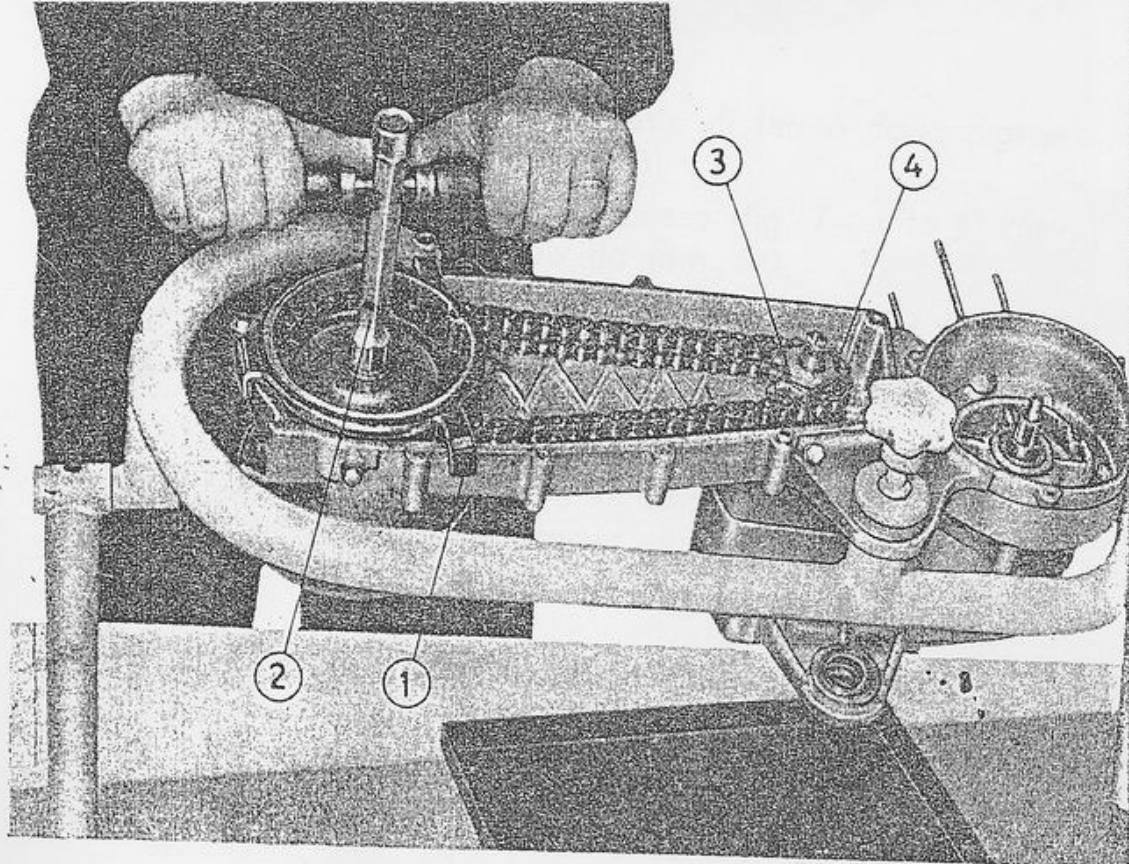

Fig. 7 - Smontaggio dado fissaggio corona posteriore.
b) applicare la piastra di fermo (fig. 7-punto 1);
c) togliere il dado con una chiave a tubo da mm. 19 (fig. 7-punto 2)
- d) raddrizzare linguetta di fermo dado pignone (fig. 7-punto 3)
- e) togliere il dado stesso (fig. 7-punto 4) mediante chiave da mm. 30